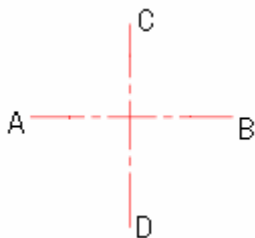

图 2-10
- ⑭ 绘制压盖的中心线。选择【直线】工具 绘制两条中心线,图形效果如图 2-10 所示。